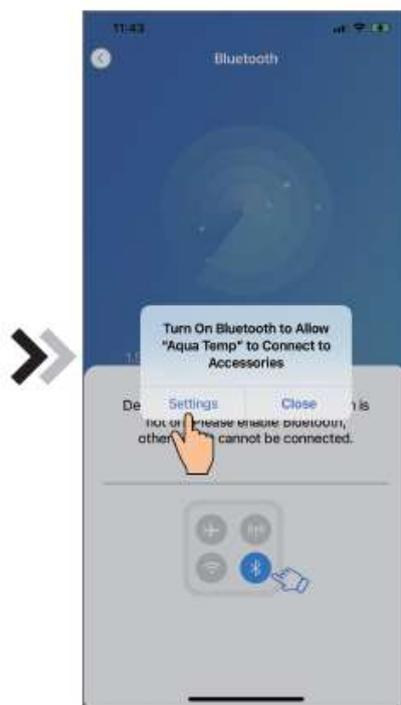
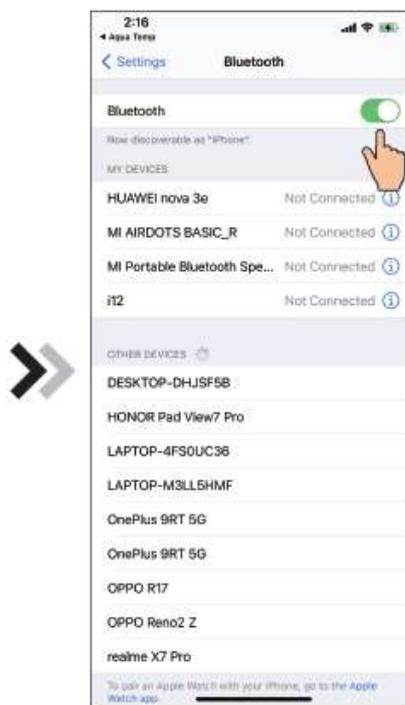

Fig.11 Activer l'autorisation de bluetooth
Fig.12 Interface de réglage bluetooth
5. Cliquez sur « Settings » ( Paramètres ) (Fig.11) pour entrer dans l'interface de paramétrage du bluetooth (Fig.12) ;